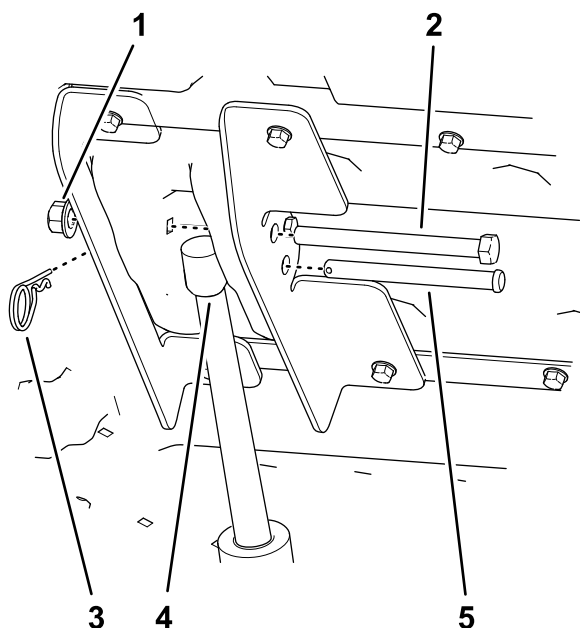

Figura 7
1. Retire el perno de cabeza hexagonal ($\frac{1}{2}$ " x $5\frac{1}{2}$ ") y la contratuerca ($\frac{1}{2}$ ") de los soportes de elevación interior y exterior (Figura 7).
2. Retire la chaveta del pasador ($3\frac{1}{2}$ "), y retire el pasador ($3\frac{1}{2}$ ") de la varilla del actuador del elevador (Figura 7).